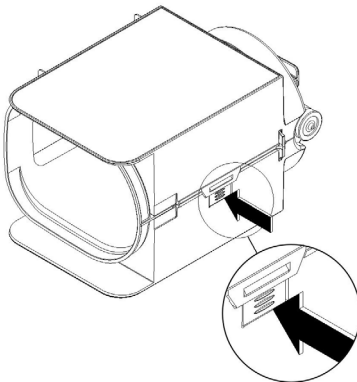

**Bild 8**
Reihenfolge auseinandernehmen (Bild 8).
**3** Den Ausschenkhahn wieder am Behälter anbringen, dazu umgekehrt vorgehen wie beim Ausbau (Bild 8).